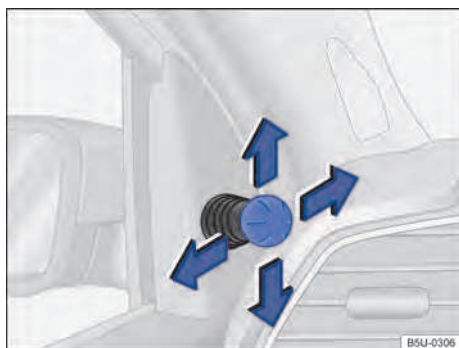

Fig. 71 En las puertas delanteras: interruptor de ajuste de los espejos retrovisores externos mecánicos.
- Mover el botón de ajuste en el revestimiento de las puertas delanteras → **fig. 71**.